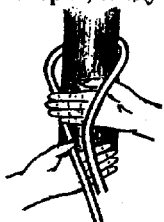

Рис. 68.
1. Конец веревки обносим вокруг опоры слева направо, после чего ходовой и коренной концы удерживаем левой рукой (рис. 68).